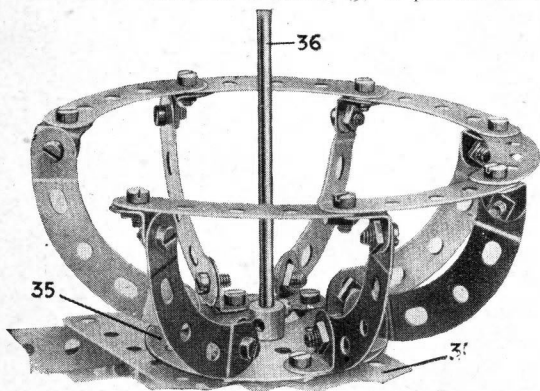

Fig. 2. — Voiture tournante
Chaque voiture pivotante (Fig. 2) comprend un Plateau Central (35) sur lequel sept Bandes incurvées de petit rayon de 6 cm. sont fixées par des Equerres. Six Bandes Incurvées de 6 cm. de grand rayon attachées aux extrémités supérieures des Bandes Incurvées de petit